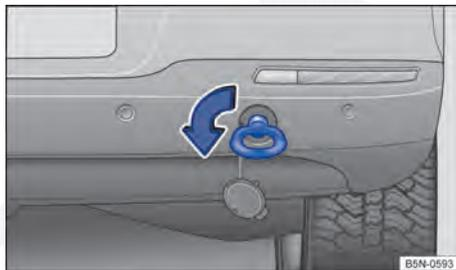

Fig. 251 No para-choque traseiro à direita: rosquear a argola de reboque.
- Rosquear a argola de reboque tão firme quanto possível **no sentido anti-horário** \Rightarrow Fig. 251 no alojamento \Rightarrow . Utilizar um objeto apropriado com o qual a argola de reboque possa ser rosqueada com firmeza no alojamento.